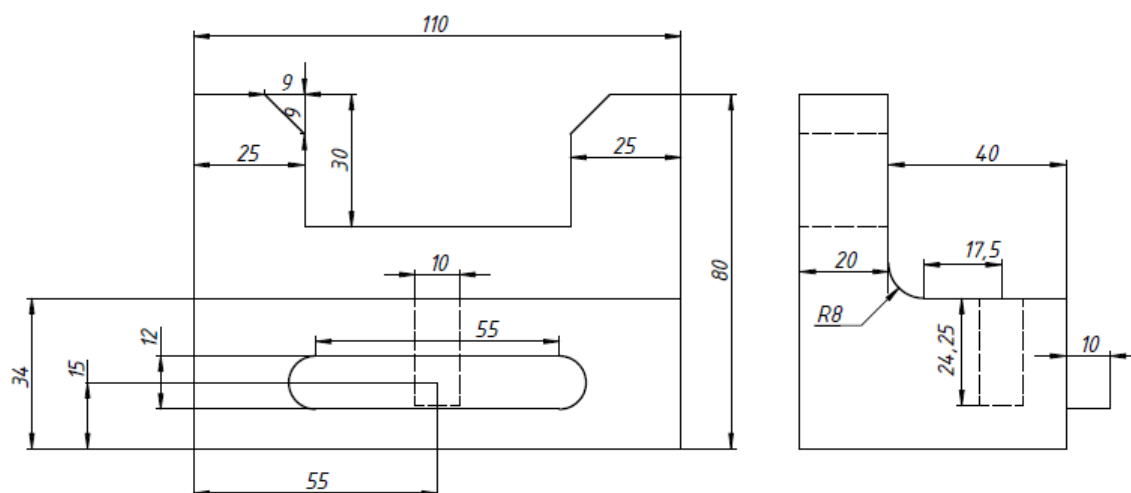

Рис. 1 – Чертёж детали
1. В программе Autodesk Inventor создайте 3D-модель детали согласно чертежу, представленному на рис. 1 (ответ в виде файла в формате ipt).